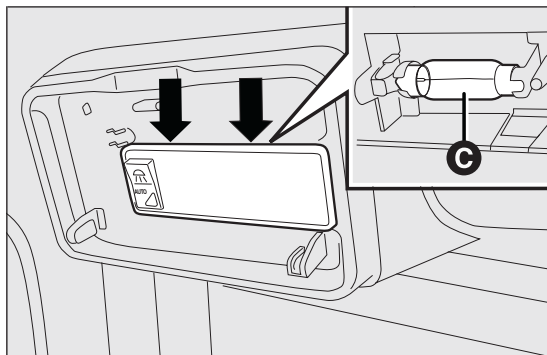

fig. 164
- ❑ estrarre la lampada C fig. 164 svincolandola dai contatti laterali;
- ❑ sostituire la lampada C fig. 164 svincolandola dai contatti laterali accertandosi che la nuova lampada risulti correttamente bloccata tra i contatti stessi;